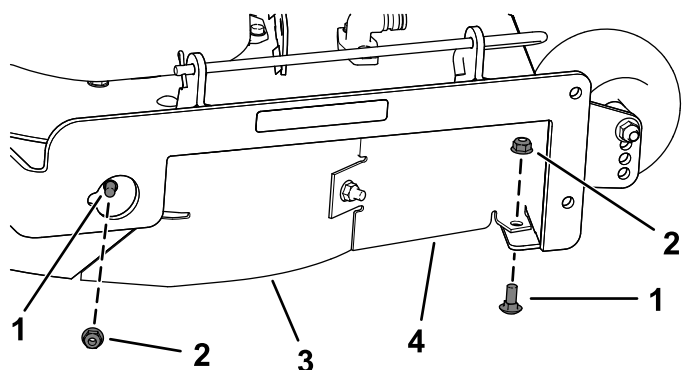

Figura 31
- Retire los 2 pernos de cuello cuadrado (5/16" x 3/4") y las 2 contratuercas (5/16") que sujetan el deflector derecho y el protector del deflector montados en la carcasa del cortacésped (Figura 31).